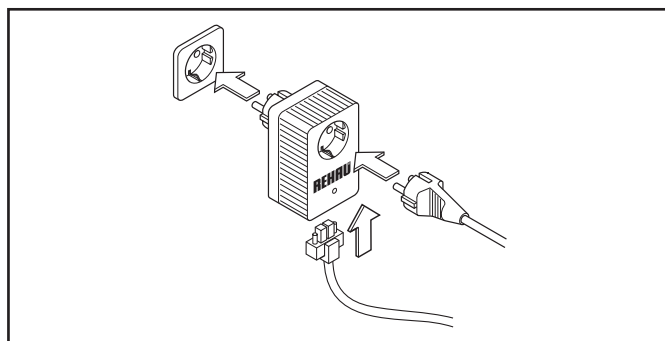

Рис. 6-43: Подключение радиоприемного устройства к сети
3. Модуль управления вставить в розетку (рис. 6-43).